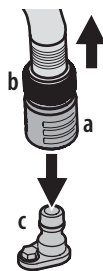

Figure 30
- Tirez sur le collier d'arrêt (a) de l'adaptateur (b) pour retirer l'adaptateur (b) de l'embout du système de nettoyage du plateau de coupe (c). Relâchez le collier d'arrêt pour fixer l'adaptateur sur l'embout du système de nettoyage. Voir Figure 30.